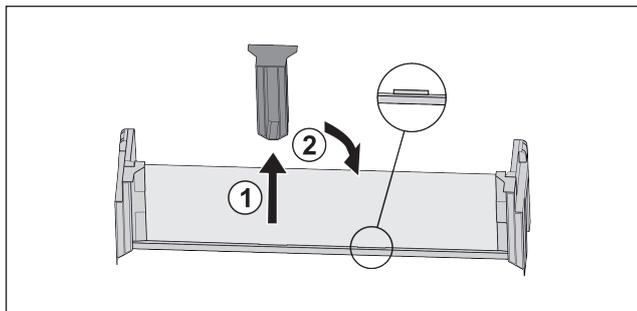

Fig. 24
- ▶ Retirar la pieza de sujeción central Fig. 24 (1).
- ▶ Colocar la pieza de sujeción central en la segunda posición Fig. 24 (2).